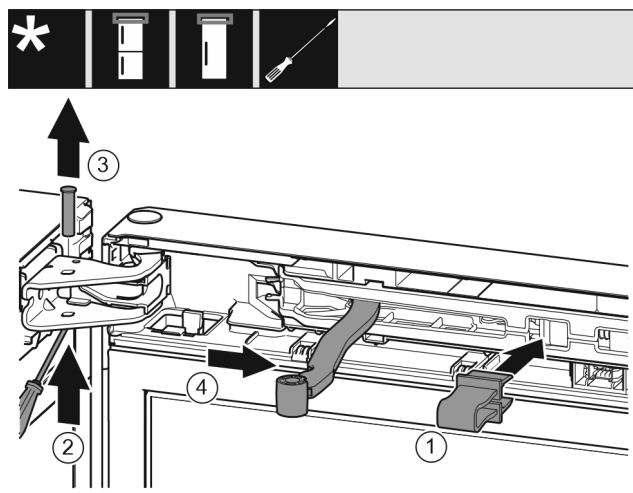

Fig. 8
- ▶ Sicherung in Öffnung einrasten. Fig. 8 (1)
- ▶ Bolzen mit Schraubendreher herauschieben. Fig. 8 (2)
- ▶ Bolzen nach oben herausnehmen. Fig. 8 (3)
- ▶ Gelenk in Richtung Tür drehen. *Fig. 8 (4)*